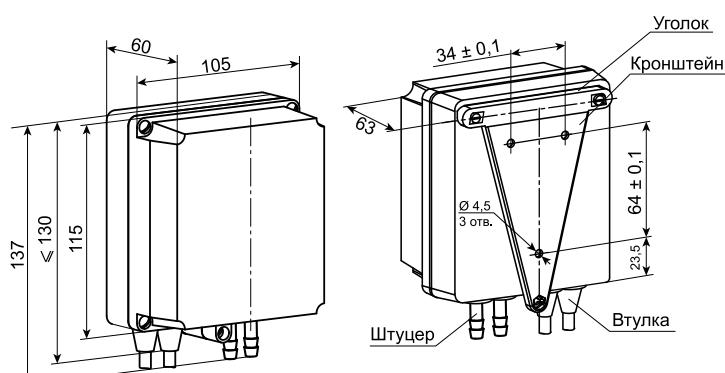

Рисунок 1 – Габаритные и установочные размеры преобразователя настенного крепления
- Закрепить кронштейн тремя винтами M4 × 20 (в комплект поставки не входят) на поверхности, предназначенной для установки преобразователя (см. рисунок 1 и рисунок 2, а).